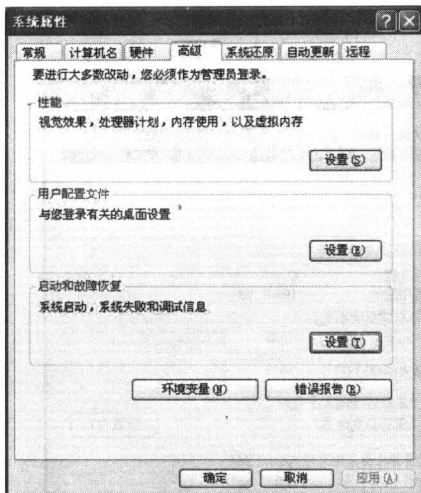
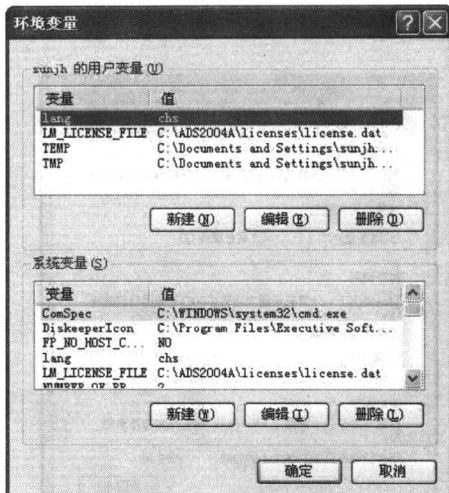

图 1-3 “系统属性”对话框
图 1-4 “环境变量”对话框
- (1) 在桌面上“我的电脑”图标上右击,系统弹出“系统属性”对话框,如图 1-3 所示。
- (2) 在“系统属性”对话框中单击“高级”选项卡。
- (3) 单击“环境变量”按钮,系统弹出“环境变量”对话框,从中可以选择环境变量类型,如图 1-4 所示。